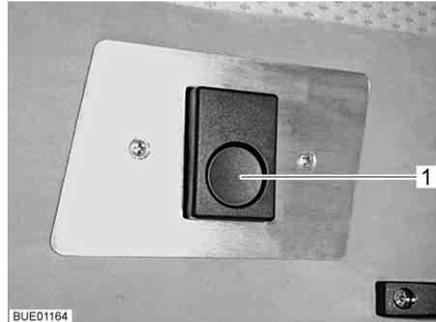
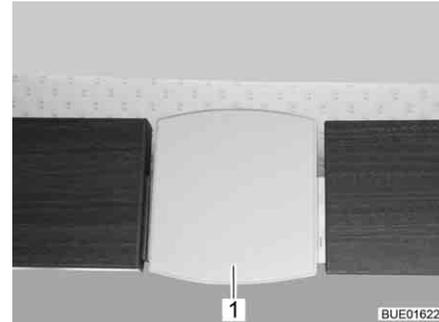

Fig. 123 Desbloqueo (Aviano)
Fig. 124 Desbloqueo (Viseo)
- Pulsar el botón de desbloqueo (Fig. 123, 1) o bien extraer la placa de desbloqueo (Fig. 124,1) abajo. Se ha soltado el bloqueo.